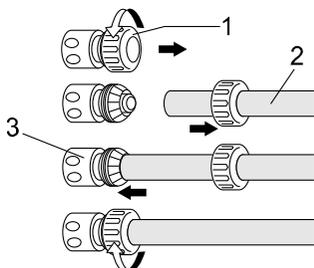

Рис. 8
1. Открутите разъем для крепления шланга (1), вставьте шланг для подачи воды(2), а затем заново закрутите разъем (1) для фиксации соединения. (Модель МВ-91150 не комплектуется разъемом для крепления шланга) (Рис. 8)